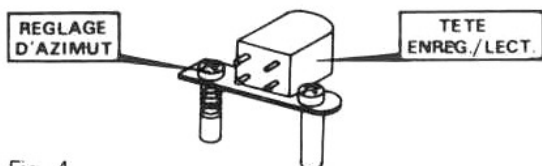

Fig. 4
A. REGLAGE D'AZIMUT DE LA TETE D'ENREGISTREMENT-LECTURE (Fig. 4)